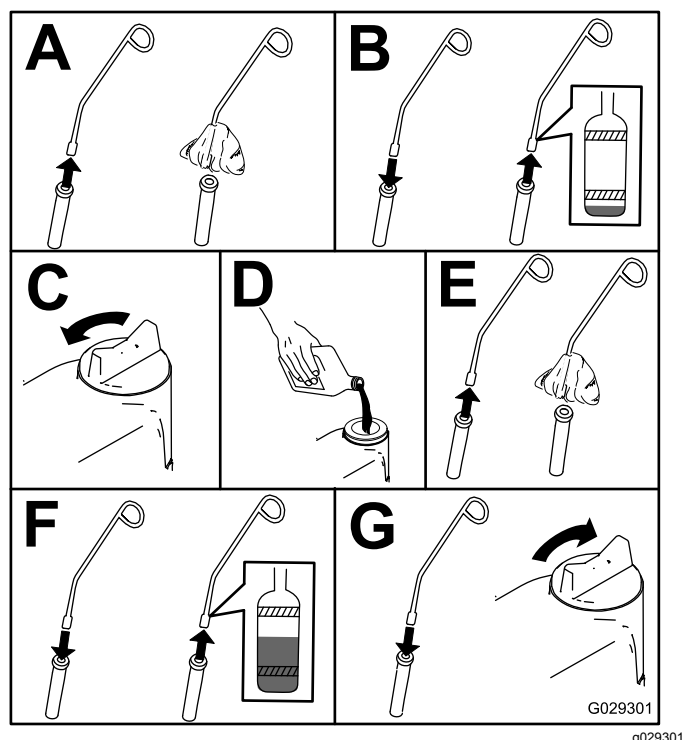

Рисунок 26
5. Проверьте уровень масла и при необходимости долейте его (Рисунок 26).